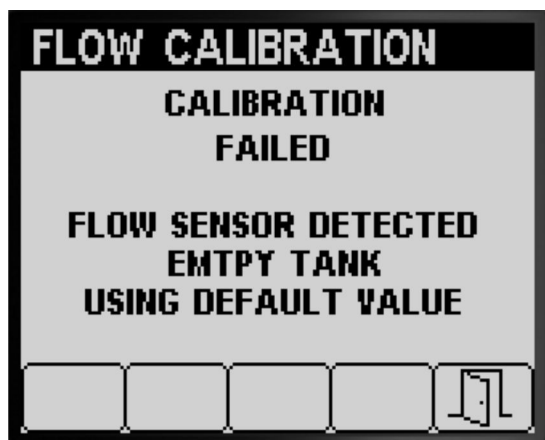

Figura 56
- Aparece un mensaje para indicar que la calibración de caudal ha finalizado con error (Figura 56).
3. Pulse el botón 5 para salir de la pantalla Calibración de velocidad (Figura 55, Figura 56 y Figura 57).